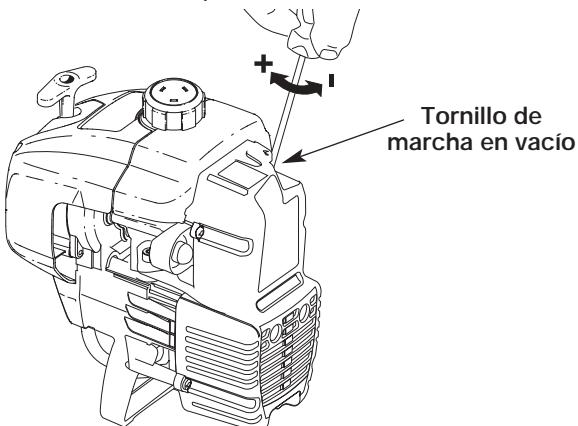

Fig. 40
La velocidad lenta del motor puede ser ajustada por la cubierta del silenciador / filtro de aire (Fig. 40).
2. Suelte el gatillo del regulador y deje que el motor funcione en marcha lenta. Si el motor se para, inserte un pequeño destornillador Phillips o de vástago plano en el orificio de la cubierta del silenciador / filtro de aire (Fig. 40). Gire el tornillo de marcha lenta en **sentido horario**, de 1/8 de vuelta por vez (según sea necesario) hasta que el motor funciona en mínima.